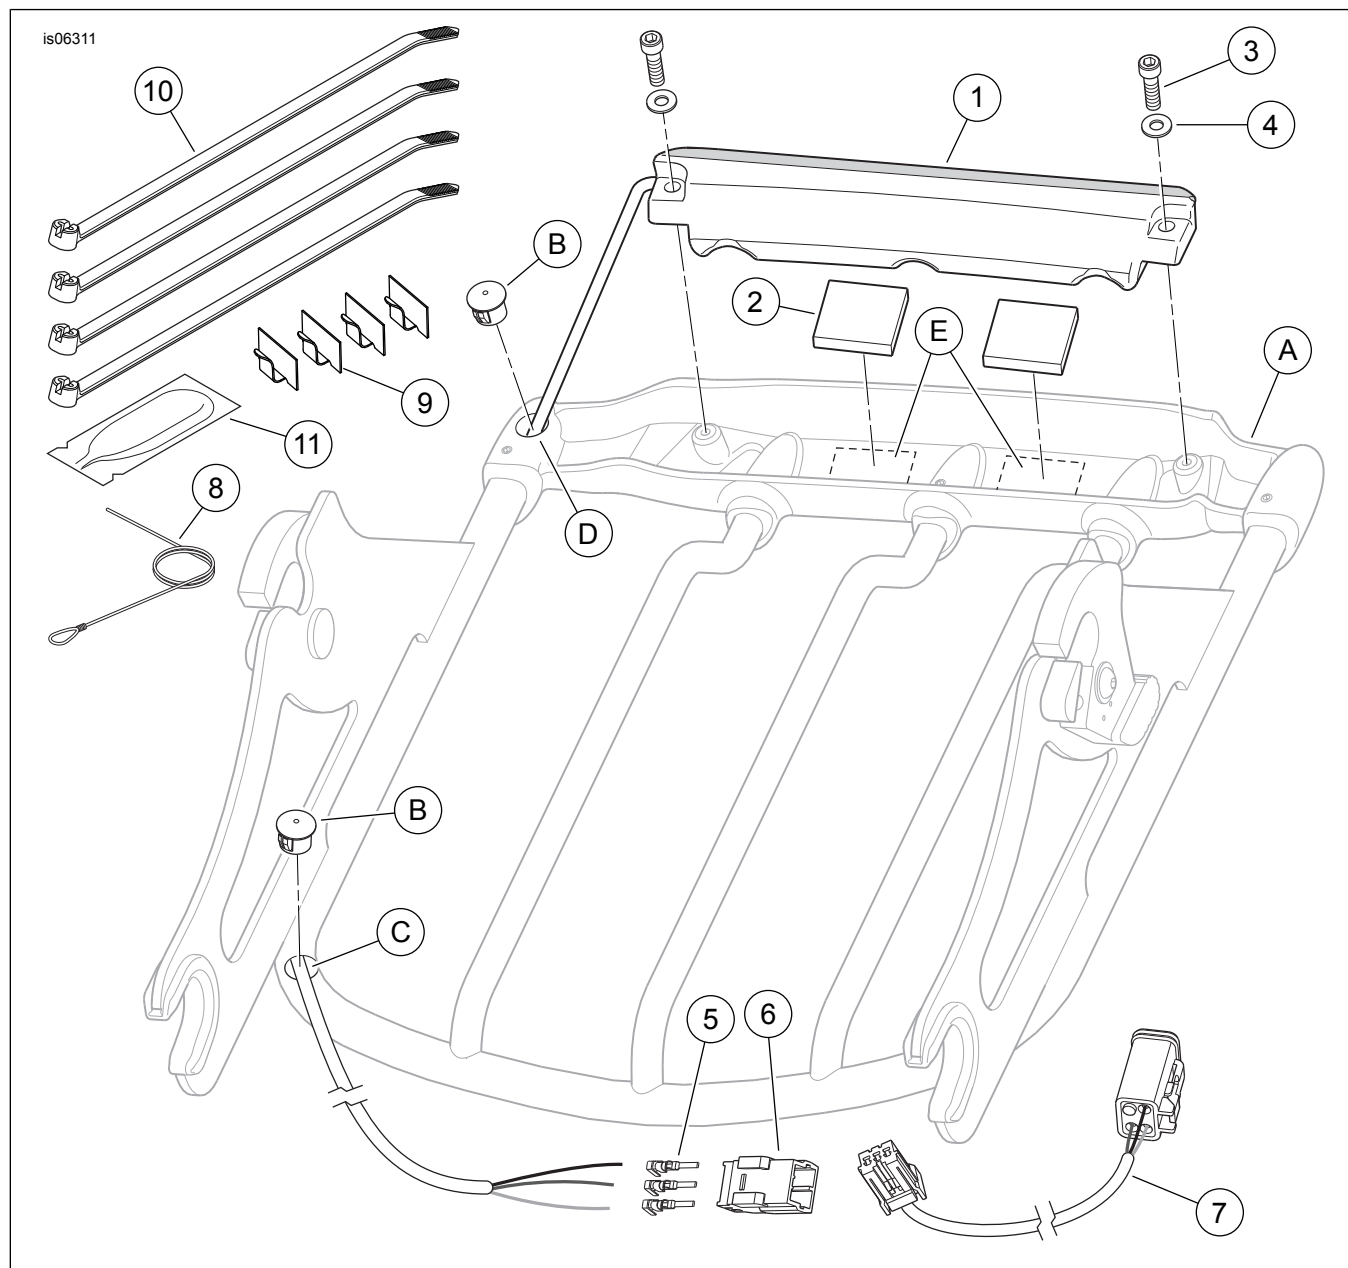

Figure 3. Pièces détachées, kits de lumière de porte-bagages amovibles Air Wing
Voir Figure 3 et Tableau 1.
1. S'il n'est pas déjà en position, installer le kit de visserie d'ancrage amovible selon les instructions de ce kit. Voir Figure 3. S'il est installé, retirer le porte-bagages amovible Air Wing (A) du véhicule, le retourner et le placer sur la surface de travail.
2. Retirer les bouchons noirs en plastique (B) des trous à l'avant et à l'arrière du rail de gauche.
3. Introduire l'extrémité de la boucle du guide-fil monofilament en nylon (8) dans le trou avant (C) du rail et le faire sortir par le trou arrière (D). Laisser l'extrémité droite hors du trou avant.
4. Attacher fermement les trois fils de l'ensemble de feu (1) à la boucle du guide-fil. Tirer avec soin l'extrémité droite du guide-fil pour amener les fils et le tubage thermorétractable dans le rail et à travers du rail et en les faisant sortir par le trou avant. Détacher les fils de feu du guide-fil.
6. Retirer le revêtement (4) du support adhésif sur **un côté** d'une plaquette (2). Positionner avec soin la plaquette sur la surface supérieure du feu (1) entre les encoches de dégagement et appuyer fermement pour l'installer. Faire de même avec la deuxième plaquette.
7. Voir Figure 3. Retirer l'autre revêtement des deux plaquettes et installer le feu sur la traverse arrière avec deux vis à tête creuse (3) et deux rondelles plates (4) en tirant le câblage pour le faire sortir du trou avant (C) à mesure que le feu est mis en position. Bien serrer les vis.